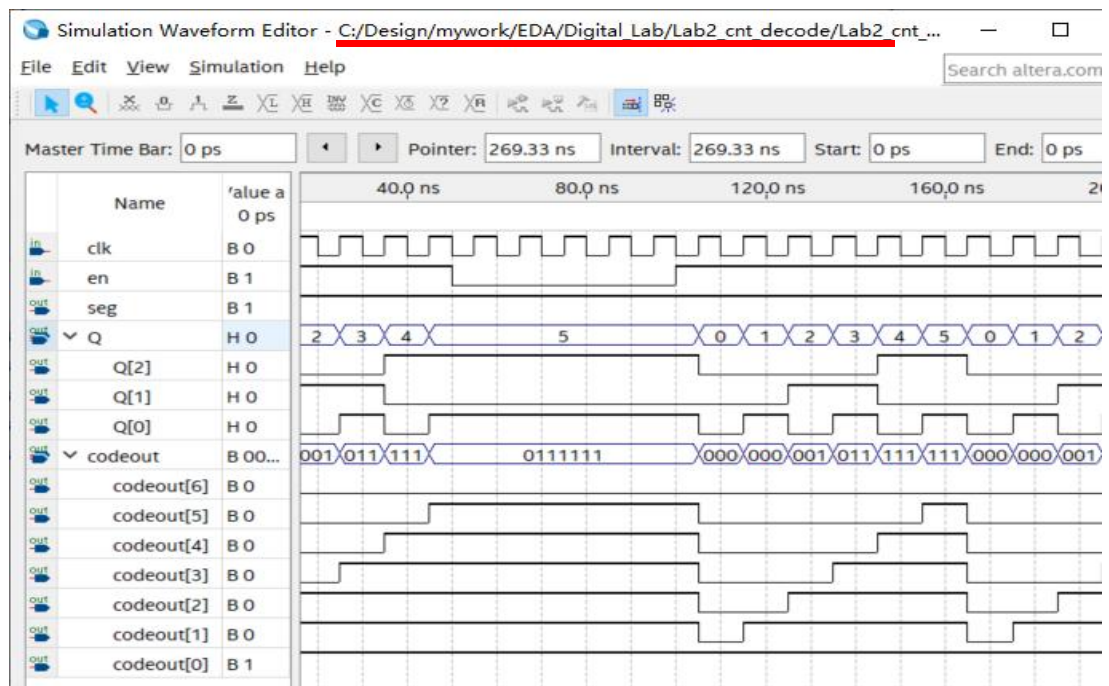

图 4 仿真波形截图示例
- (2) **仿真波形截图**必须包含软件窗口的标题栏（图 4 红线处）；
- (3) 图上文字大小合适，信号名清晰可见；
- (4) 波形清晰可读；
- (5) 波形顺序应当是上面为输入信号，下面为输出信号；
- (6) 截图显示 1~2 个周期。